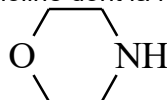

Figure 3 Formule topologique de la morpholine
I.C.2) L'énamine C (4-(1-cyclohexényl)morpholine) est synthétisée à partir de cyclohexanone et de morpholine dont la formule est donnée **figure 3**.